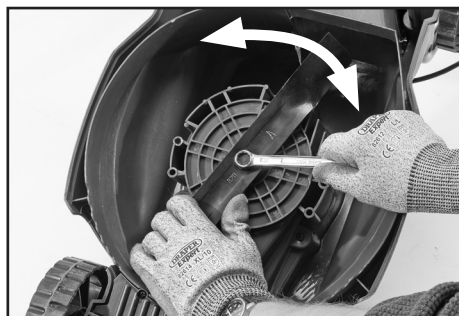

FIG.6
8.6 INSURE BLADE BOLT IS TIGHT – FIG.6